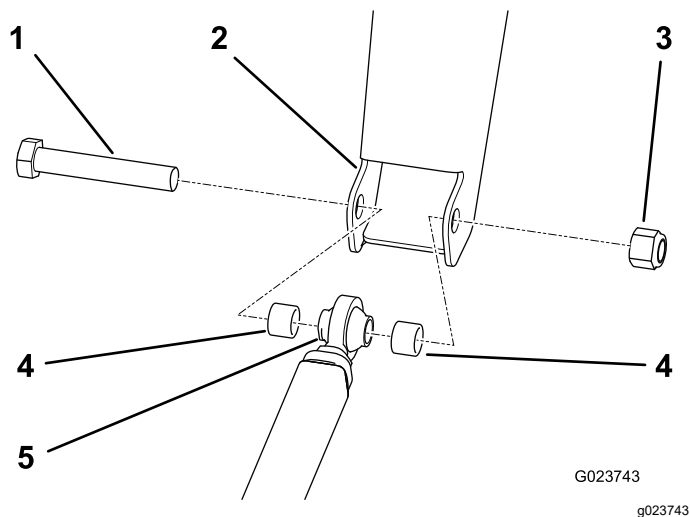

Figura 15
1. Alinee el extremo de la rótula de la barra de tracción con el enganche del bastidor (Figura 15).